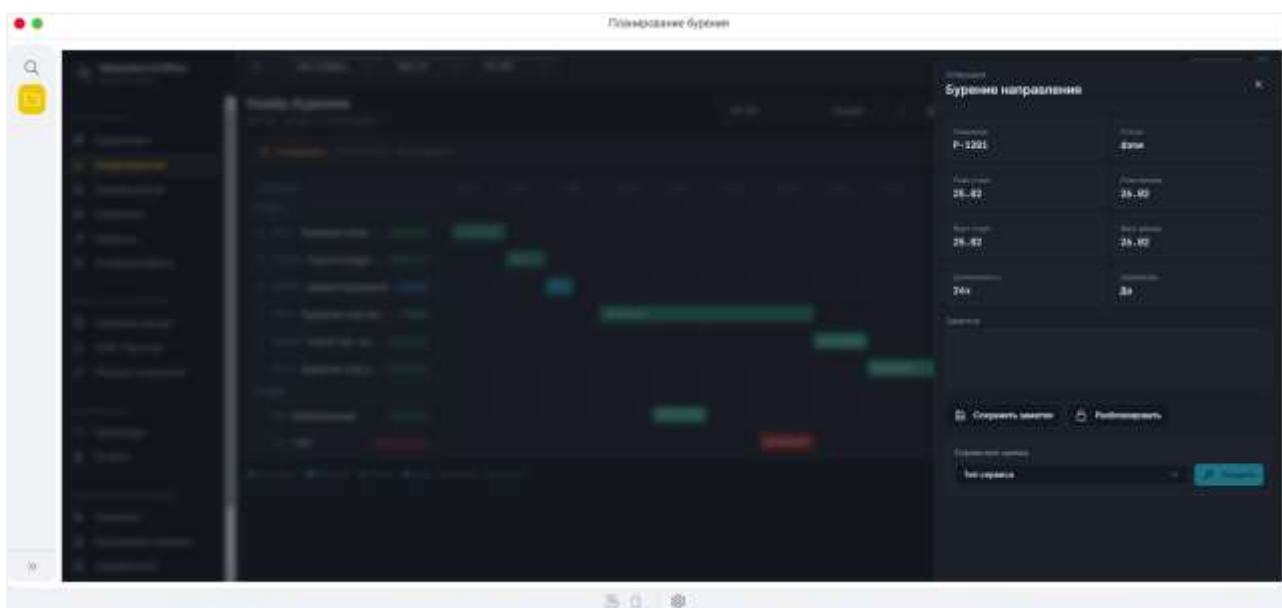

Рисунок 7. Детальная панель операции «Бурение направления»
7. Открыть детальную панель операции (Рисунок 7) и при необходимости сохранить заметки, заблокировать/разблокировать операцию либо создать сервисную заявку.